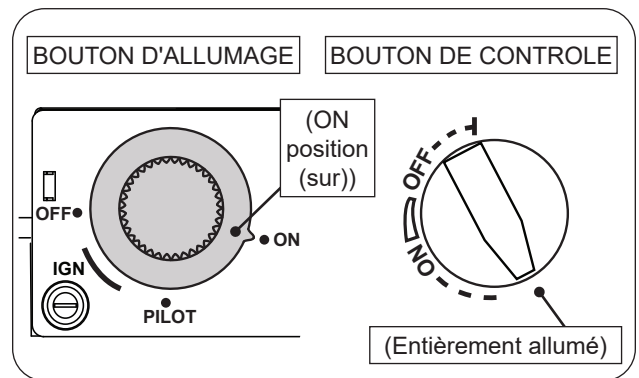

Fig. 59-1 Éclairage manuel
1. Assurez-vous que la veilleuse brûle. Tournez le bouton d'allumage dans le sens antihoraire ↺ sur **ON** (sur) (voir Fig. 59-1).
2. Tournez le bouton de commande dans le sens antihoraire ↺ jusqu'à la position complètement ON (sur) pour allumer le brûleur (voir Fig. 59-1).